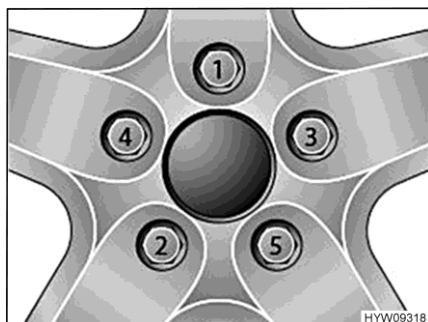

Fig. 76 Serrer en croix les écrous ou les boulons de roue
- Serrer les écrous ou les boulons de roue dans l'ordre indiqué à la Fig. 76. Utiliser pour ce faire une clé dynamométrique et respecter le couple de serrage prescrit (voir paragraphe 14.5).
- Vérifier régulièrement le serrage des écrous ou des boulons de roues. Resserrer tous les écrous ou les boulons de roue 50 km après le changement d'une roue. Respecter l'ordre indiqué à la Fig. 76.
- Si des jantes neuves ou repeintes sont utilisées, alors resserrer les écrous ou les boulons de roue une fois de plus après env. 1000 à 5000 km. Respecter l'ordre indiqué à la Fig. 76.